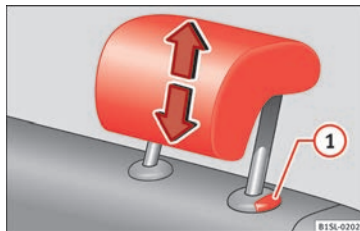

Fig. 66 Regolazione dei poggiatesta posteriori
- Spostare il poggiatesta nella direzione indicata dalla freccia, verso l'alto o verso il basso mentre si preme il tasto »» fig. 66 ① »» ⚠.